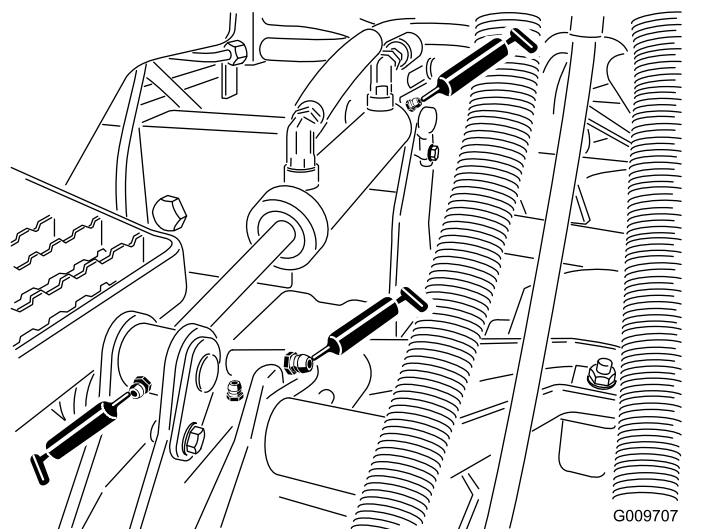

Figura 84
- Boccole del braccio di sollevamento (1 per apparato di taglio) come illustrato nella Figura 84
- Boccole del cilindro di sollevamento (2 per apparato di taglio) come illustrato nella Figura 84